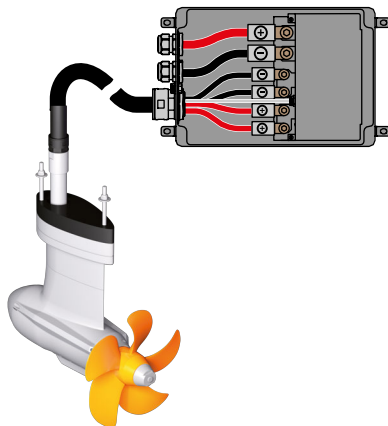

Fig. 41: Câblage du boîtier électronique
1. Desserrez les vis (1) du boîtier électronique pour pouvoir l'ouvrir.
4. Raccordez les câbles de puissance aux pôles repérés (rouge=+, noir=- ; 10 Nm), voir "**Fig. 41: Câblage du boîtier électronique**".
5. Raccordez le câble du moteur au raccord de commande de moteur (6).